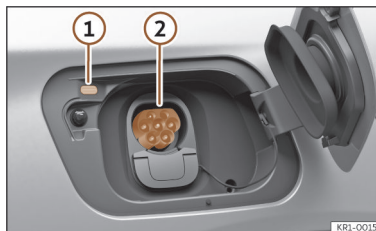

Abb. 56 Hinter der Batterieladeflappe hinten rechts: Ladedose
>>> (Abb. 56)
- Stecken Sie den Ladestecker gerade in die Ladedose >>> (Abb. 56) ②. Prüfen Sie, dass der Ladestecker vollständig eingesteckt ist.
Die LED (Ladevorgangsanzeige) an der Ladedose blinkt oder blitzt weiß >>> (Abb. 56) ① >>> S. 83.